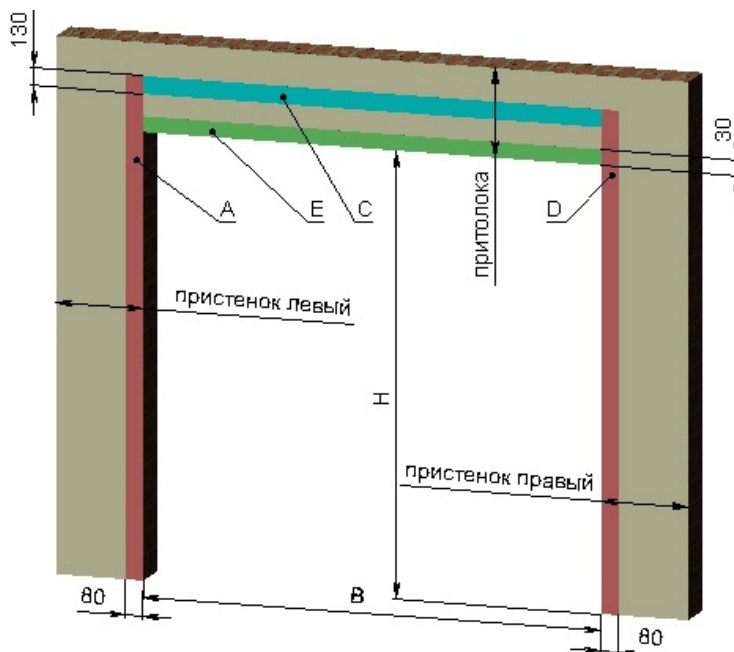
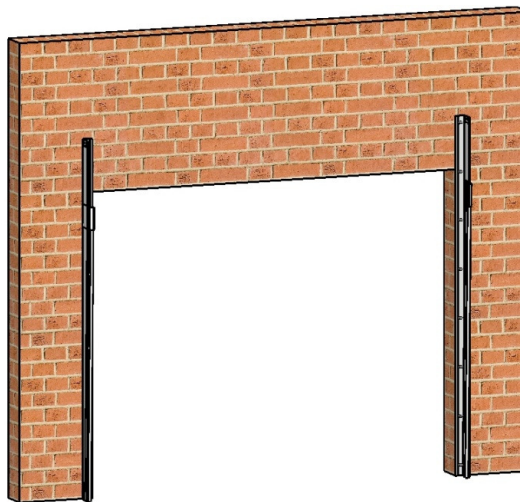

Рисунок 1. Проем ворот
Рисунок 3. Общий вид установленных вертикальных направляющих.
Секционные ворота устанавливаются на внутреннюю сторону проема: на пристенки и притолоку, места для монтажа секционных ворот обозначены *A*, *C* и *D* (см. рисунок 1).
Вертикальные направляющие (поз.1, таблица 1) устанавливаются вертикально на поверхности *A* и *D* (рисунок 1), расположенные с 2-х сторон от проема (см. рисунок 3).
6.1 Установите концевые кронштейны (поз.5, таблица 1) вверху направляющих, как показано на рисунке 12. Закрепите их к поверхностям *A* и *D* (положение поверхностей см. рисунок 1) с помощью входящего в комплект крепежа, соответствующего материалу стены: саморезов по металлу (поз. 27, таблица 1), в случае крепления к металлу; дюбель-шурупов (поз. 28, таблица 1), при креплении на бетон или кирпич; шурупов глухарей (поз. 29, таблица 1), при креплении в деревянную стену. Закрепите концевые кронштейны болтами М8х25 и гайкой М8 с фланцем (поз. 25, 26, таблица 1).
6.6 Установите универсальный внутренний опорный кронштейн (*поз.6, таблица 1*), как показано на рисунке 16. Закрепите его на притолке (поверхность *С*, Рисунок 1), с помощью входящего в комплект крепежа, соответствующего материалу стены: саморезов по металлу (*поз. 27, таблица 1*), в случае крепления к металлу; дюбель-шурупов (*поз. 28, таблица 1*), при креплении к бетону или кирпичу; шурупов глухарей (*поз. 28, таблица 1*), при креплении в деревянную притолку.